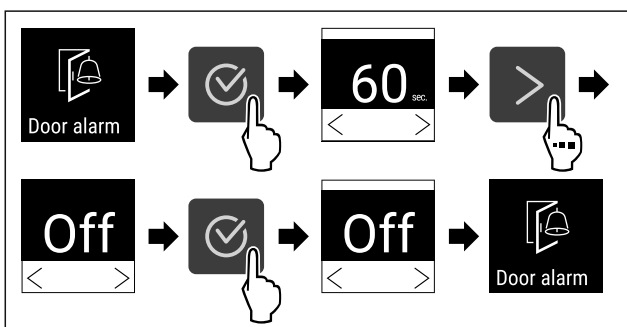

Fig. 106
- ▶ Изпълнете стъпките (виж Fig. 106) .